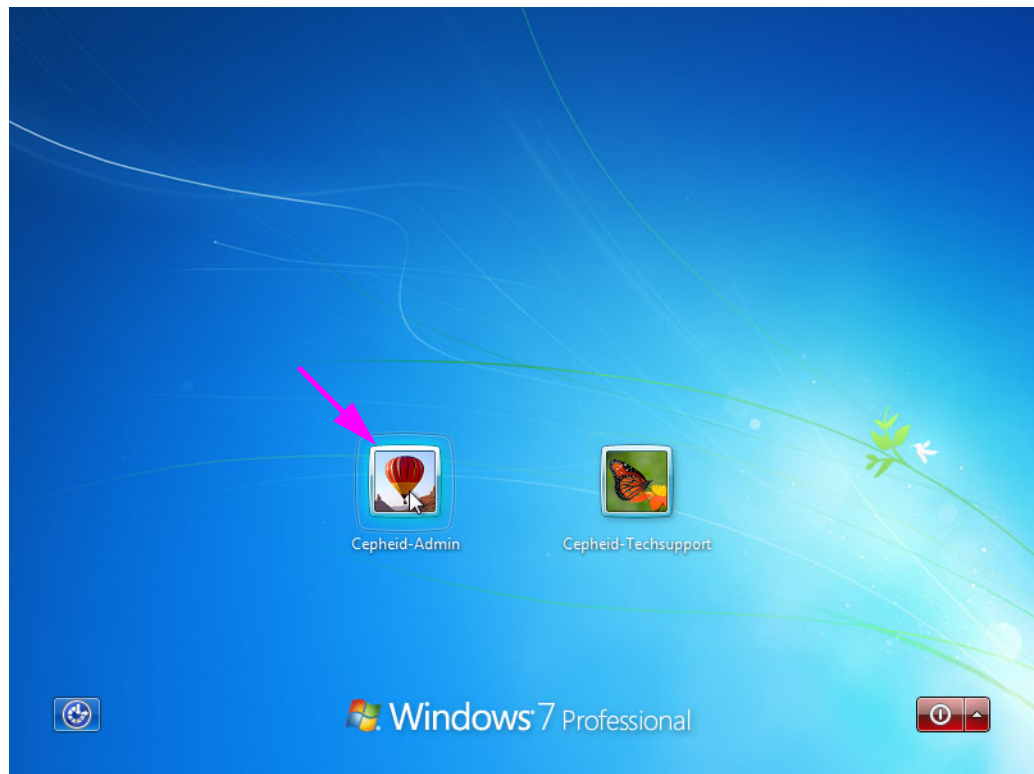

Figure 2-13. Écran du compte Windows 7
- Dans Windows 7, l'écran du compte Windows s'affiche. Voir la Figure 2-13.
3. Sur l'écran du compte Windows, sélectionnez le compte utilisateur Cepheid (voir la Figure 2-13 et la Figure 2-16).
L'ordinateur du système GeneXpert Dx est configuré avec deux comptes Windows. Le compte **Cepheid-Admin** est destiné aux tâches d'administrateur du type mises à jour de logiciel, configuration du système et utilisation normale ; alors que le compte **Cepheid-Techsupport** est réservé exclusivement au support technique de Cepheid. Voir la Figure 2-13 et la Figure 2-16.